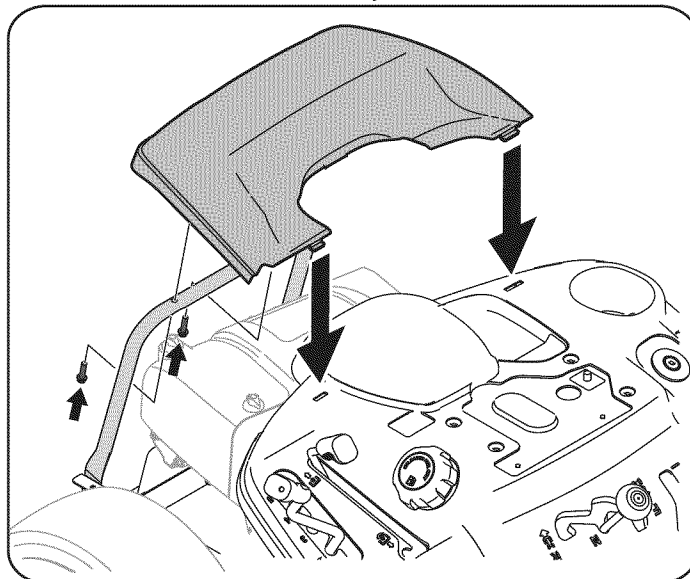

Figura 9
1. Coloque la tapa trasera del motor ubicándola en su lugar como se indica en la Figura 9. Incline la tapa del motor hacia adelante para que calce dentro de las ranuras provistas, luego rótelas hacia atrás para alinear los orificios de montaje.